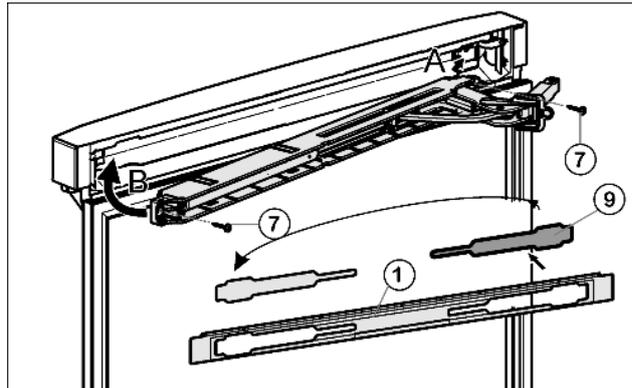

Fig. 17
- ▶ Staccare la copertura Fig. 17 (9) dal pannello Fig. 17 (1) e inserirla sull'altro lato.
- ▶ Agganciare l'unità dell'ammortizzatore di chiusura con lo snodo nel lato cerniera (A) e orientarla verso l'interno (B).
- ▶ Avvitare l'unità dell'ammortizzatore di chiusura (2 x Torx 15) Fig. 17 (7).